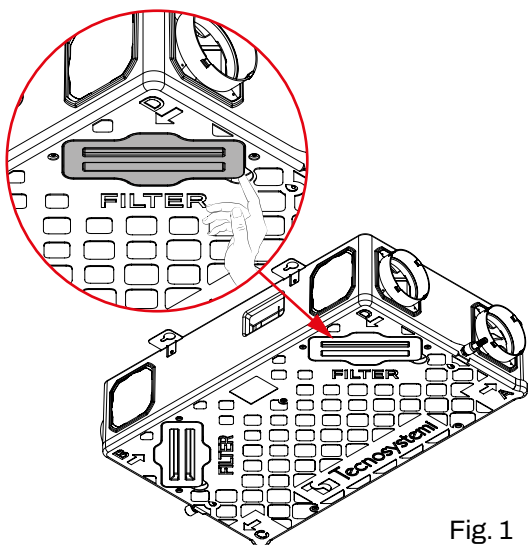

Fig. 1
1. Rimuovere i coperchi di protezione dei filtri (fig. 1).